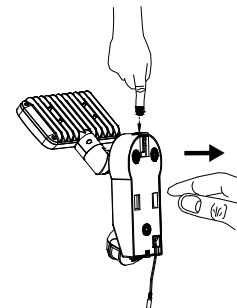

Bild 2
- Tryck på frigöringsknappen på ovensidan (Bild 2) och öppna höljet genom att dra väggfästet